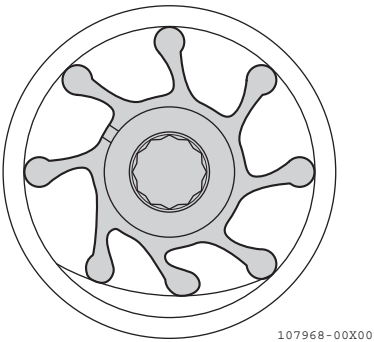

Figura 16
4. Cuando instale el impulsor, posicione las hojas del impulsor tal como se ilustra en la ilustración. (**Figura 16**)